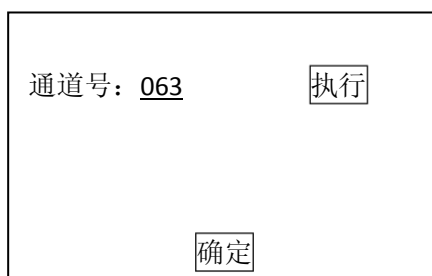

图 2-1
- 6) 输入通道号 063, 点击【执行】进行设定。如图 2-1;